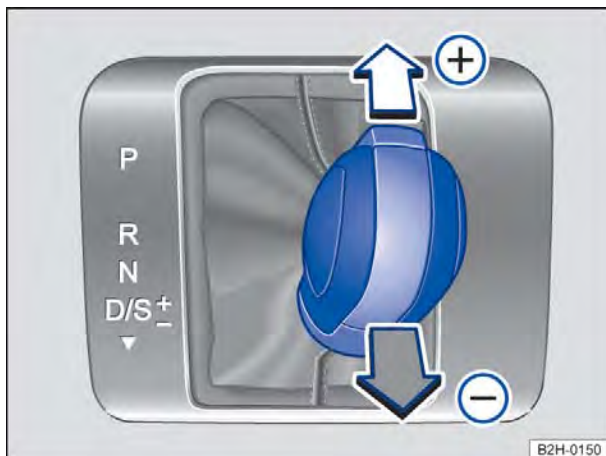

Fig. 103 Veículos com direção à esquerda: alavanca seletora na posição Tiptronic (em veículos com direção à direita é espelhado).
- Mover a alavanca seletora para frente (+) ou para trás (-) para aumentar ou diminuir a marcha ⇒ Fig. 103.